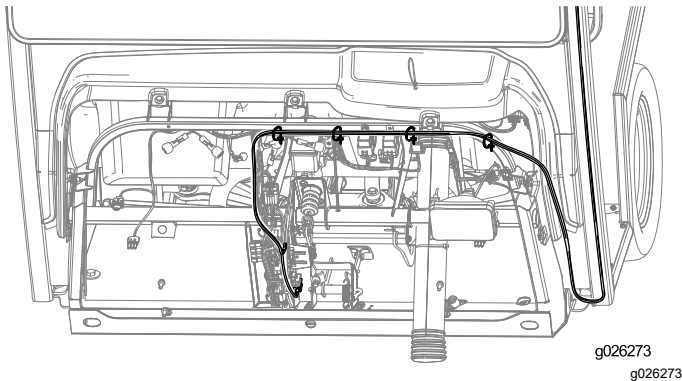

Figura 33
1. Dirija el arnés de cables según se muestra en la Figura 33 y sujételo con las 4 bridas.